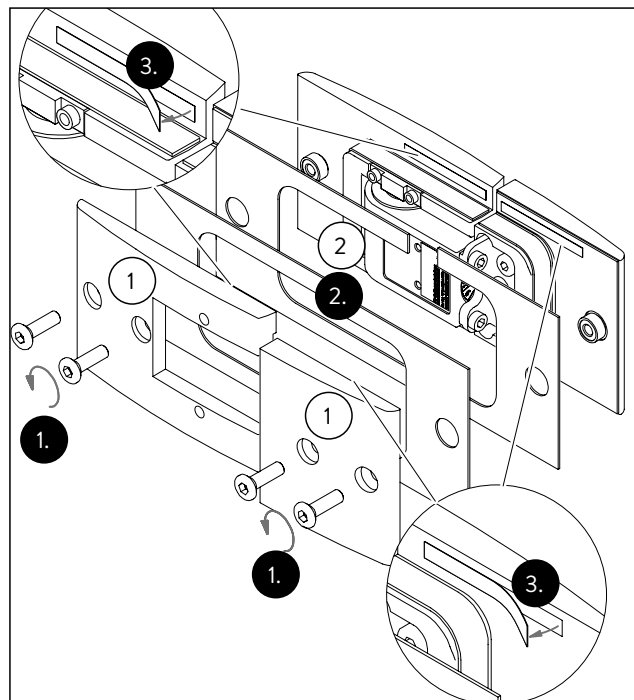

Fig. 28 Preparazione della cerniera per porta a vento
1. Svitare le contropiastre (Fig. 28/1).
2. Scegliere gli strati intermedi adeguati (Fig. 28/2) in base allo spessore del vetro (vedere la tabella al Capitolo 4.2).